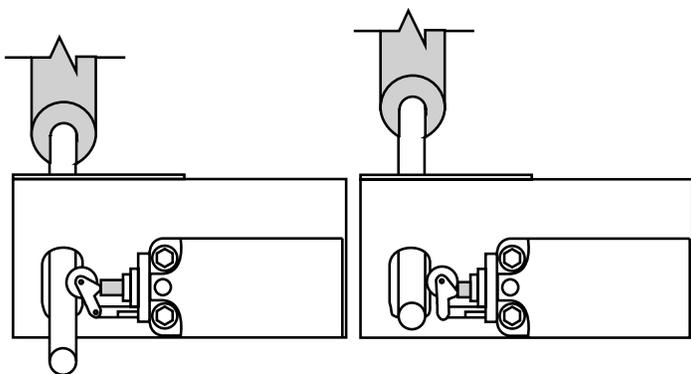

Fig. 35
Ponga en funcionamiento la plataforma elevadora y compruebe que el pulsador eleva la plataforma elevadora al pulsarlo y la detiene al liberarlo. Compruebe que el interruptor principal corta la alimentación a los pulsadores. Compruebe también que el interruptor del puente detiene la subida del elevador al accionarlo, y que al desactivarlo el elevador vuelve a recibir alimentación, Fig. 35.
20. Comprobación para la serie E: Compruebe el montaje del sensor del puente y asegúrese de que la barra de distribución está presionando el pulsador del interruptor lo suficiente como para accionar el interruptor. El interruptor del puente suele ser abierto, consulte el diagrama de cableado correspondiente para el elevador que se está instalando. El elevador no funcionará hasta que el peso de la barra de distribución esté presionando el pulsador del interruptor. Verifique que la unidad de potencia deja de funcionar al levantar la barra de distribución y vuelve a funcionar al soltar la barra, Fig. 35.